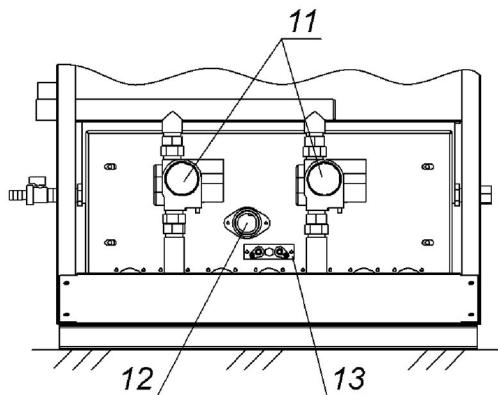

Рисунок 3. Внешний вид двухступенчатого газогорелочного устройства котлов TITAN Z75E; Z85E; Z95E
11. Газовый клапан с автоматикой. Для котлов TITAN Z75E, Z85E, Z95E (см. рисунок 3) расположен под лицевой панелью